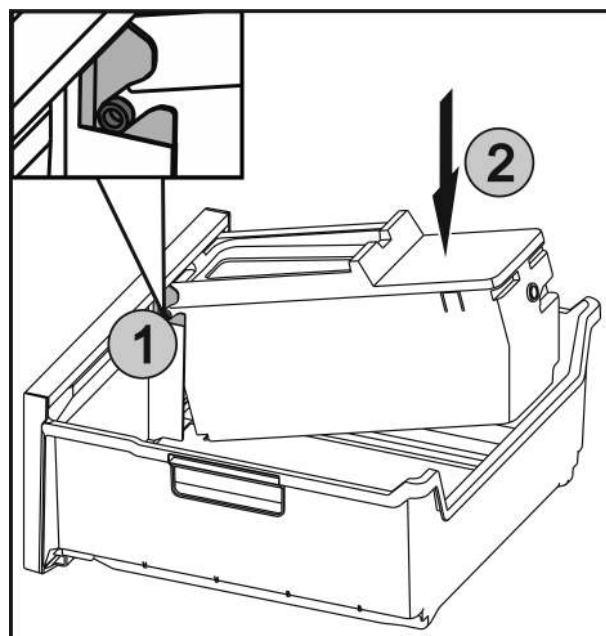

Fig. 50
- Вставить оси Fig. 50 (1) на EasyTwist-Ice в направляющие и вдавить заднюю сторону Fig. 50 (2) до фиксации накладки.